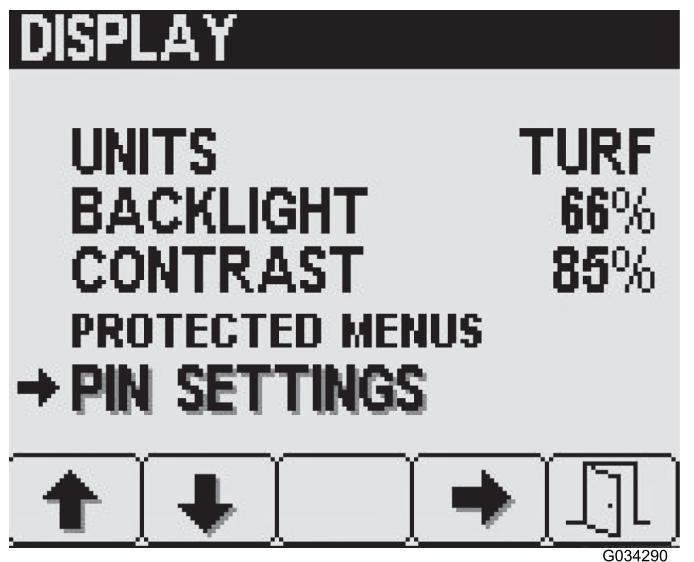

Figura 29
1. En la pantalla de Menú de pantalla, pulse el botón 2 para navegar por la opción de Ajustes de PIN y luego pulse el botón 4 para seleccionar Ajustes de PIN (Figura 29).
1. En la pantalla de Ajustes de PIN, pulse el botón 2 para navegar por la opción de Cambio de PIN, y luego pulse el botón 4 para seleccionar Cambio de PIN (Figura 29).